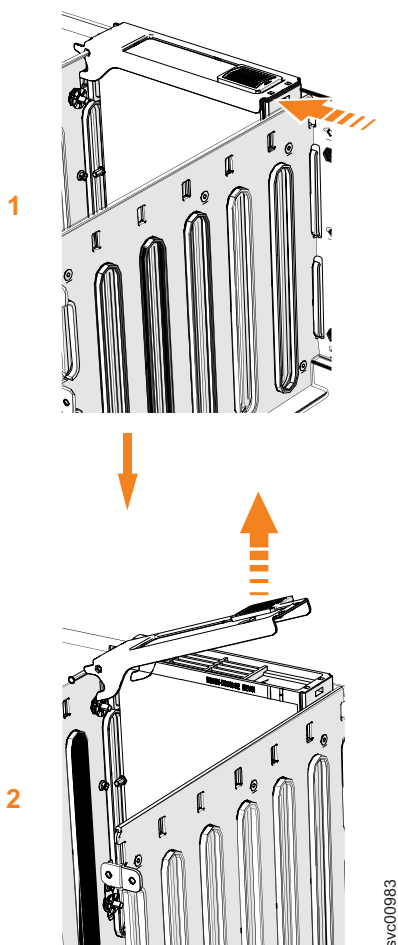

Figura 112. Remover o conjunto de unidades
- Deslize a trava de liberação para a frente (**1**), conforme mostrado em Figura 112 na página 125.
6. Levante a alça (**2**) para destravar a transportadora de unidade da partição, conforme mostrado em Figura 112. Assegure-se de que a ponta inferior da trava esteja totalmente desengatada.